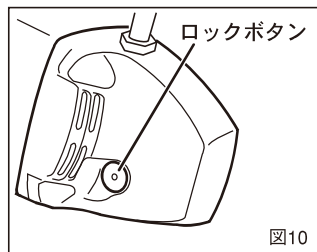
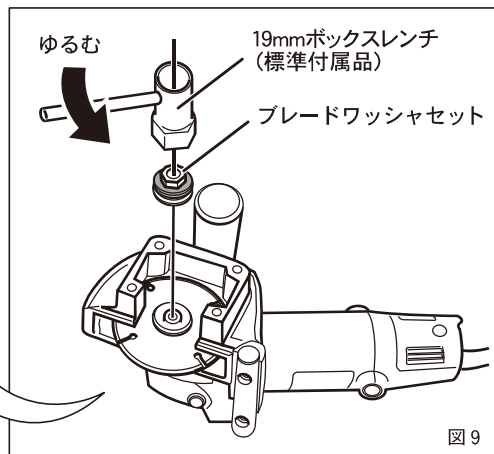

図10
図9
② モータにあるロックボタンを押しながら(図10)、ブレードワッシャセットを付属のボックスレンチで外してください。(図9)